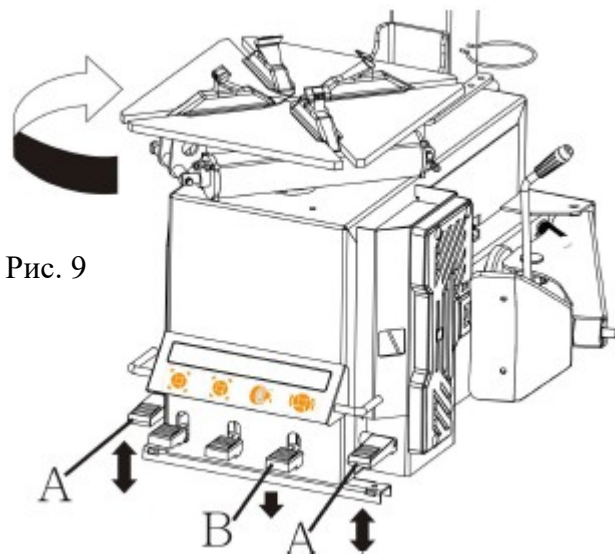

Рис. 9
- Рабочее испытание: после подключения питания, нажмите педаль А (рис.9), поворотный